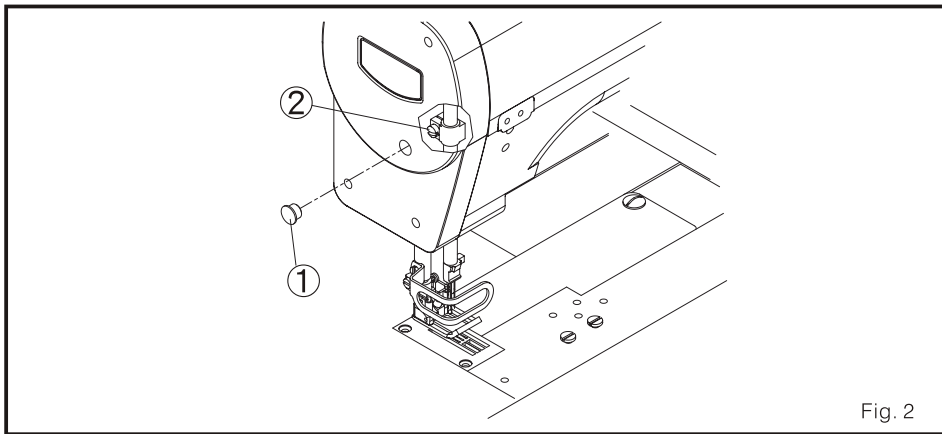

Fig. 2
2. Insira a chave de fenda no buraco do parafuso soltar a barra agulha fixada para um parafuso. Então, ajuste a altura da agulha de barra de para cima e debaixo. (Fig. 2)